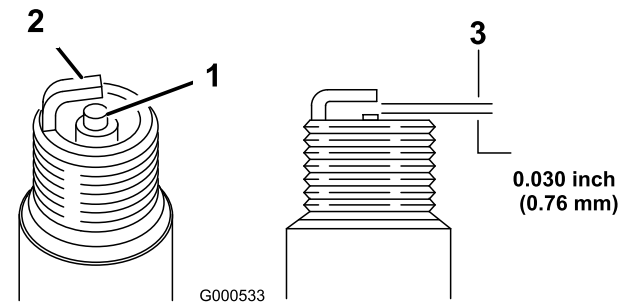

Figura 50
2. Compruebe la separación entre los electrodos central y lateral (Figura 50) y doble el electrodo lateral si la separación no es correcta.
1. Mire la parte central de las bujías (Figura 50).